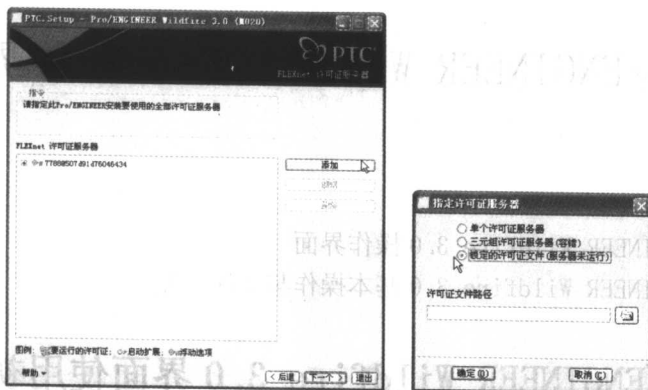

图 1-3 指定许可证服务器
(3) 进入指定许可证服务器对话框,如图 1-3 所示,单击添加按钮,在系统弹出的